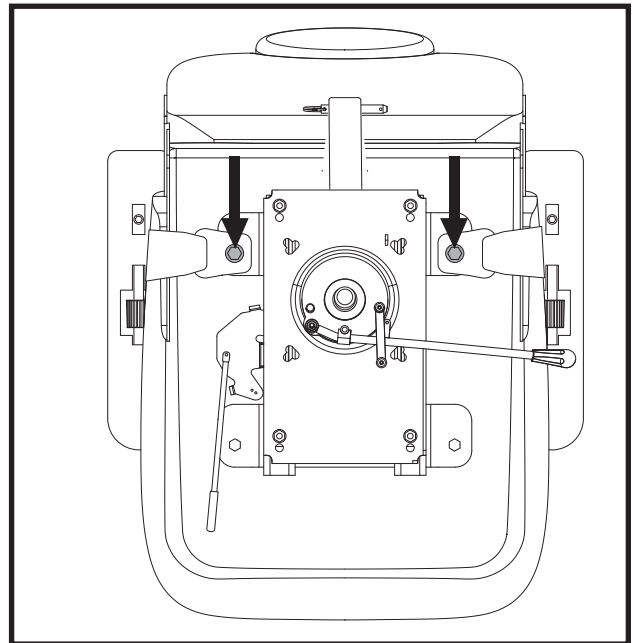

Figure 22. Boulons du ceinture de positionnement
2. Placez le siège à l'envers pour faire face à sa base. Voir la figure 22.